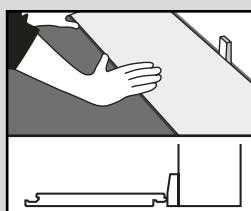

Fig. 1
- Comience con un tablón/baldosa completo a lo largo de la pared y calcule cuántos habrá a lo ancho hasta el otro extremo de la sala. Si va a haber una fila de tablones/baldosas estrechas a lo largo de la pared opuesta, corte la primera fila. Instale el producto con el lado de la lengüeta/del corte hacia la pared. Coloque separadores de 5 mm entre el tablón/baldosa y la pared (fig. 1).